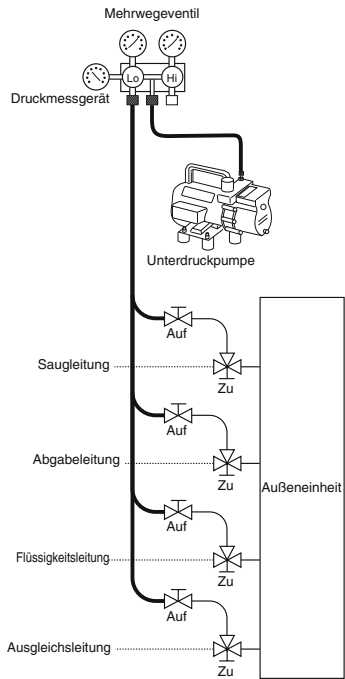

Abb. 6-4
- Nachdem der angestrebte Unterdruckwert erreicht ist, den "Lo"-Knopf des Mehrwegeventils schließen und die Unterdruckpumpe abschalten. Nun sich vergewissern, dass der Unterdruck am Messgerät nach 4 bis 5 Minuten des Unterdruckpumpen-Betriebs weniger als -101 kPa (-755 mmHg , 5 Torr) beträgt. (Abb. 6-4)